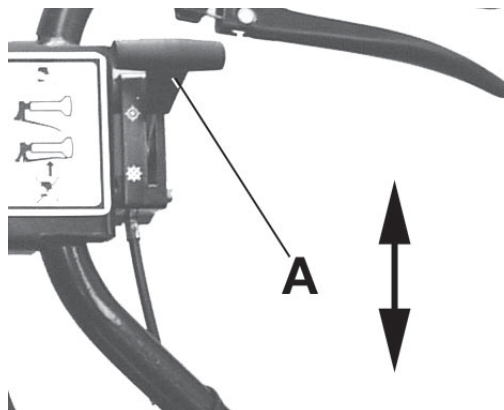

Fig. 6.4
6.4 LEVA DELLA FRIZIONE CILINDRO (A FIG. 6.4)